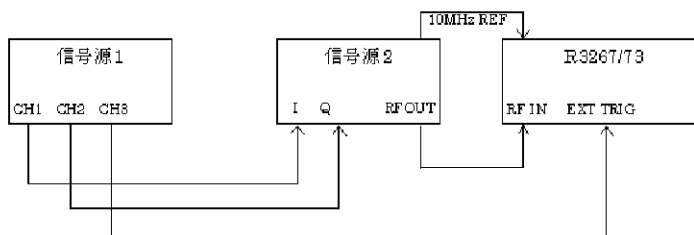

図 6-5 RF 信号測定接続図 (Reverse Link)
1. R3267 シリーズと信号源を図 6-5 のように接続します。